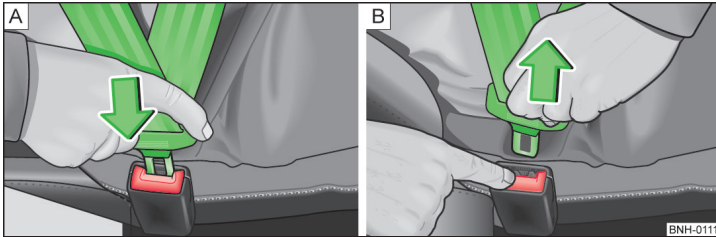

Abb. 5 Sicherheitsgurt anlegen / ablegen
- Die Schlosszunge in das zum Sitz gehörende Gurtschloss » Abb. 5 - [A] stecken, bis diese hörbar einrastet.
- Die rote Taste im Gurtschloss » Abb. 5 - [B] drücken, die Schlosszunge springt heraus.